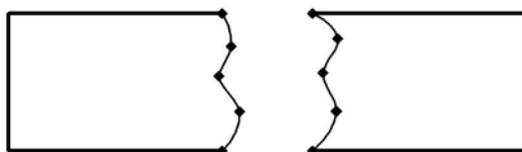

Рис. 14
**Упражнение 5.** Построение линии разрыва при помощи команды **Кривая Безье**. На чертеже детали Пластина постройте две линии разрыва (рис.14).